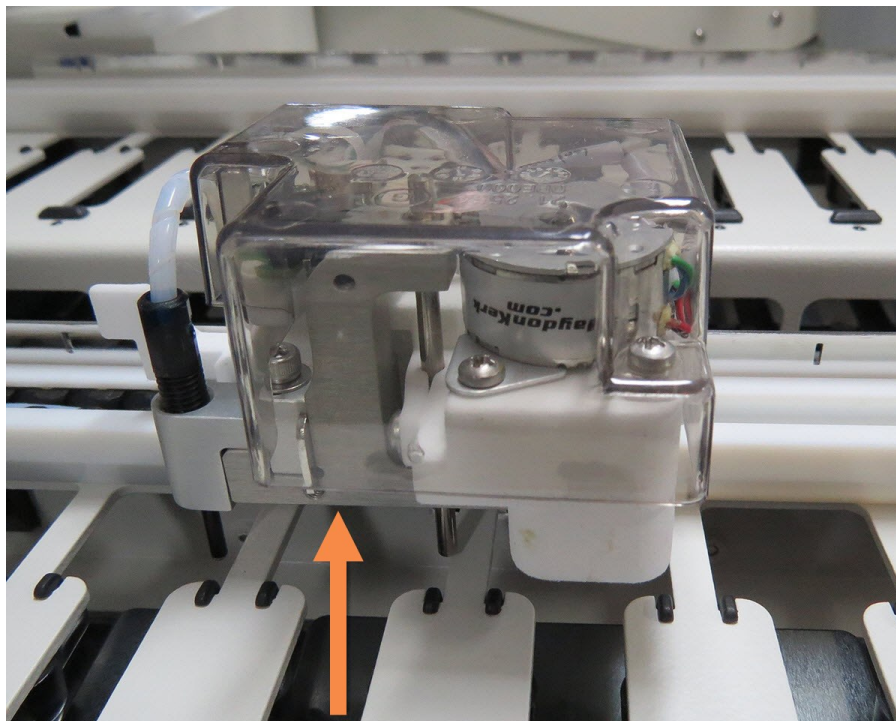

Figure 2-22: Zdvížení označeného dávkovacího bloku a posunutí robotu na manipulaci s tekutinami ve velkém podél vodící kolejnice sestavy na barvení sklíček
2. Opatrně zdvihněte dávkovací blok na robotu na manipulaci s tekutinami ve velkém (viz Figure 2-22) tak, aby sonda nezasahovala do horní desky.